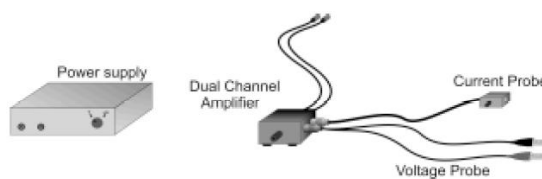

Figura 22: Instrumentos que serão usados
2. Conecte o DIN 1 do *Dual-Channel Amplifier* (Figura 22) no DIN 1 da interface. Conecte o DIN 2 do *Dual-Channel Amplifier* no DIN 2 da interface. Conecte a *Voltage Probe* (Figura 22) ao PROBE 1 do *Dual-Channel Amplifier*. Conecte o *Current Probe* (Figura 22) ao PROBE 2. Se você tem uma fonte de alimentação variável (Figura 22) ajuste ela em 3 V,